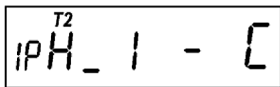

Рисунок 4.6
Рисунок 4.6 свидетельствует о наличии отрицательных значений углов напряжений (1), наличии фазы А (1), отсутствии фазы В, которое индицируется символом «-» (дефис) и наличии тока в фазе С при отсутствии напряжения в этой фазе, черточка снизу перед фазой А обозначает выход значения напряжения фазы за задаваемые пределы, в данном случае – снизу. T2 – текущий тариф.